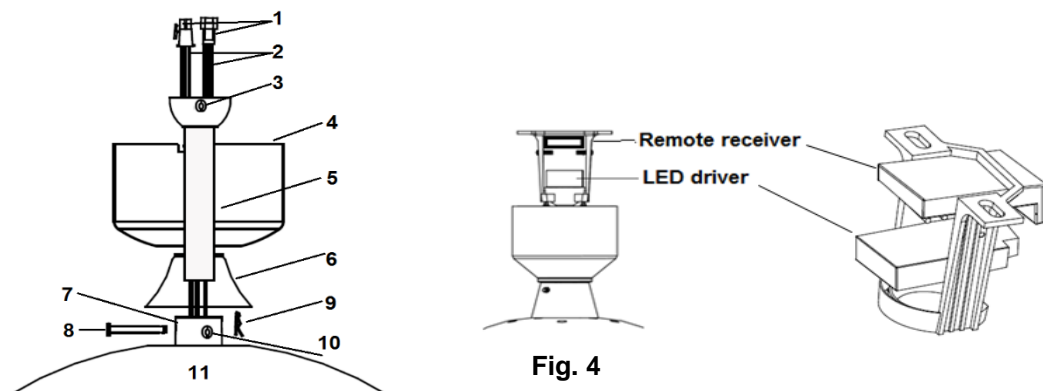

Fig. 4
- 1) Fate passare la barra discendente (5) attraverso la calotta (84) e la copertura del bullone e perno (6).
- 2) Rimuovete il giunto sferico allentando la vite di fissaggio (3) e inserite i cavi del motore attraverso la barra discendente e quindi assicurate il giunto sferico alla barra discendente.
- 3) Inserite la barra discendente nell'innesto (7), allineate i fori dell'innesto con i fori della barra discendente e inserite il bullone (8). Quindi inserite il perno (9) alla fine del bullone.
- 4) Infine assicurate la barra discendente e l'innesto stringendo le due viti di fissaggio (10) sull'innesto. Fig.4
2. Sollevare con cura il ventilatore e mettete l'assemblaggio sfera-asta discendente nello spazio allocato nella staffa di montaggio e bloccate la sfera al suo posto. Inserite il driver del LED nella parte inferiore della staffa di montaggio e quindi inserite il ricevitore remoto nella parte superiore della staffa di montaggio. **Fig.4**